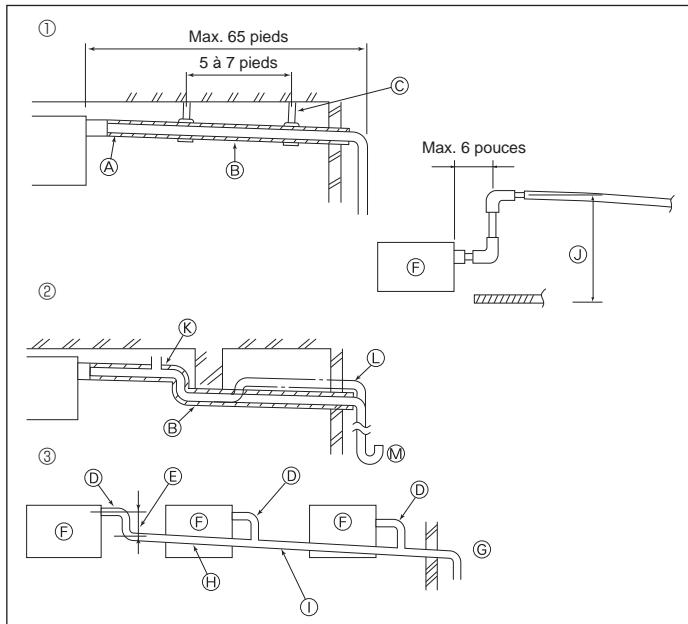

Fig. 3-1
3.1. Mise en place du tuyau d'écoulement (Fig. 3-1)
- ① Tuyauterie correcte
- ② Tuyauterie incorrecte
- Ne pas placer de purgeur d'air. Cela peut provoquer un débordement de l'écoulement. ③
- Ne pas placer de tuyau surélevé sur la tuyauterie. ④
- Ne pas placer de pièges à odeur sur la tuyauterie. ⑤
- ⑥ Mise en place groupée des tuyaux